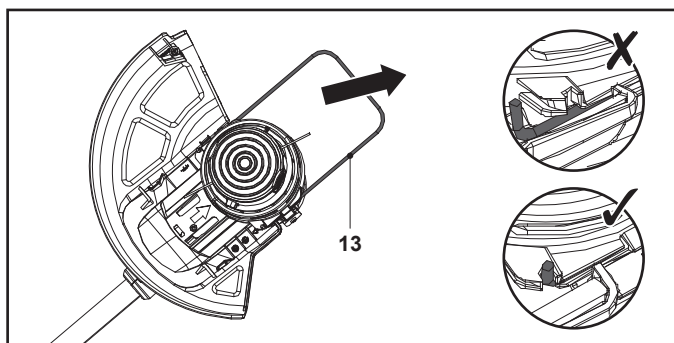

Fig. 12. Poziția de tăiere / tundere la margini
1. Trage scutul pentru plante (13) în afară până când se blochează în poziție pentru tăiere / tundere la margini (fig. 12).